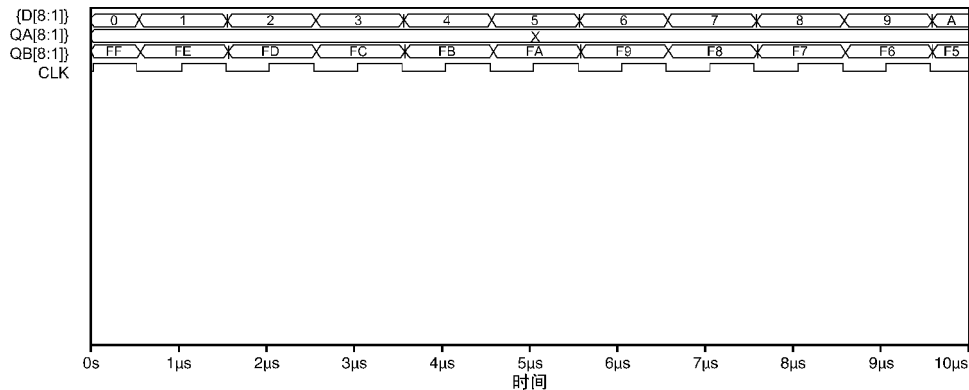

图 18.17 芯片 U2 各引脚高阻抗输出
19. 如图 18.17 所示，波形 QA [8 - 1] 显示为 X[⊖]，表明该信号为高阻抗三态输出。